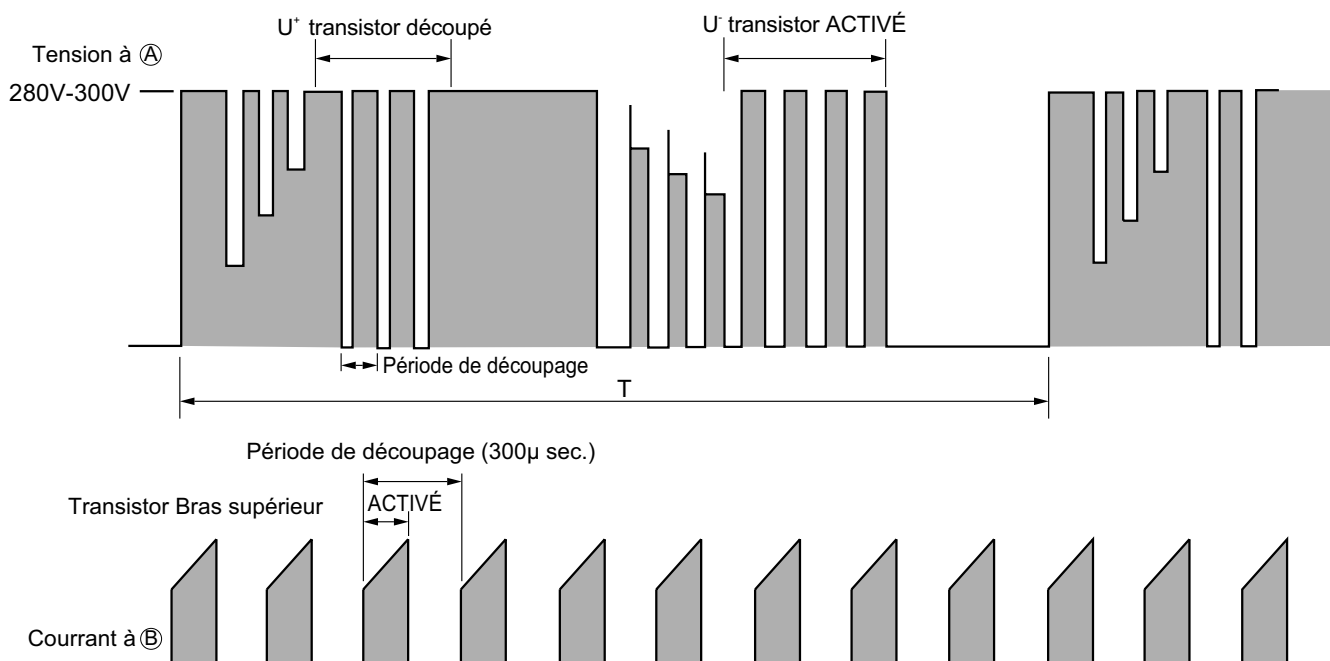

Fig. 4-3 Forme d'onde de la tension à chaque point
La Fig. 4-3 représente la forme d'onde de la tension à chacun des points indiqués dans les Fig. 4-1 et 4-4. La première moitié du bras supérieur est découpée, la deuxième moitié est MARCHE, et la première moitié du bras inférieur est découpée, la deuxième moitié est MARCHE.
Étant donné que le courant est émis au point (B) uniquement lorsque le transistor U^+ est ACTIVÉ, la forme d'onde en cours au point (B) devient intermittente, comme indiqué sur la Fig. 4-3. Étant donné que le courant au point (B) est plus ou moins proportionnel au courant d'entrée du climatiseur, le courant d'entrée est contrôlé à l'aide de la résistance de détection de courant CC (I_d).